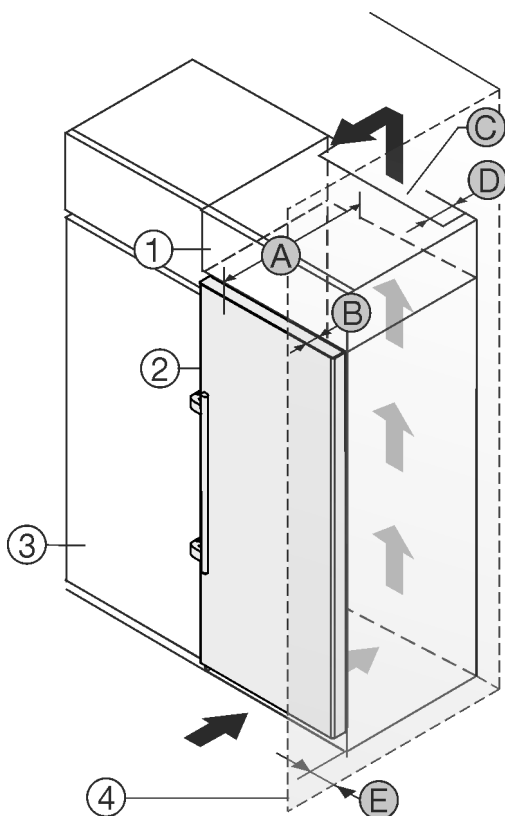

Fig. 2
A készülék közvetlenül a konyhaszekrény Fig. 2 (3) mellé állítható.*
A rátétszekrény hátoldalán egy megadott mélységű Fig. 2 (D) szellőzőaknát kell kialakítani a rátétszekrény teljes szélességében.*
A mennyezett alatt be kell tartani a szellőző keresztmetszetet Fig. 2 (C).*
Ha a készüléket a zsanérjaival a fal Fig. 2 (4) mellé állítja fel, legalább 57 mm távolságot kell tartani a faltól. Ez a fogantyú túlnyúlásának felel meg, amikor kinyitja az ajtót.*
Ahhoz, hogy az ajtót teljesen ki tudja nyitni, a készüléknek a konyhaszekrény elülső oldalához képest legalább az ajtó mélységének Fig. 2 (B) megfelelően ki kell állnia. A konyhaszekrények Fig. 2 (3) mélységétől és a fali távtartók használatától függően a készülék nagyobb mértékben is túllóghat előre felé.*